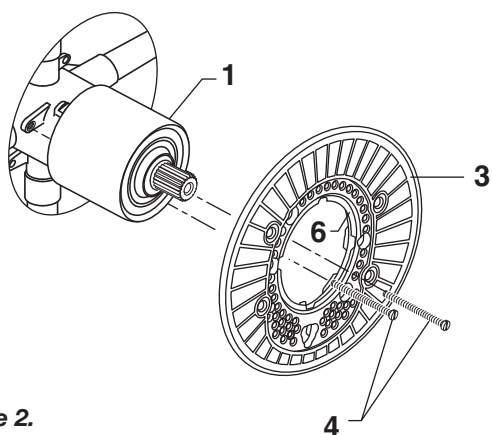

Figure 2.
- **Figure 2.** Make sure O-RING (6) is secure within ESCUTCHEON HOLDER (3). Push ESCUTCHEON HOLDER (3) onto CAP (1) and attach with LONG SCREWS (4).
- **Figure 2.** S'assurer que les JOINTS TORIQUES (6) sont bien fixés au niveau du PORTE-ÉCUSSE (3). Poussez le PORTE-ÉCUSSE (3) sur le CAPUCHON (1) et fixez-les au corps de la valve à l'aide des LONGUES VIS (4).